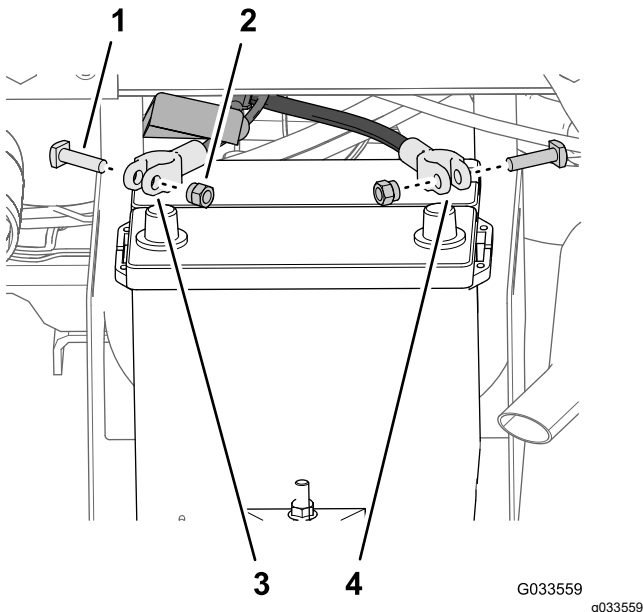

図 25
1. バッテリーの両ケーブルのクランプについているナットとTボルトを外す 図 25。